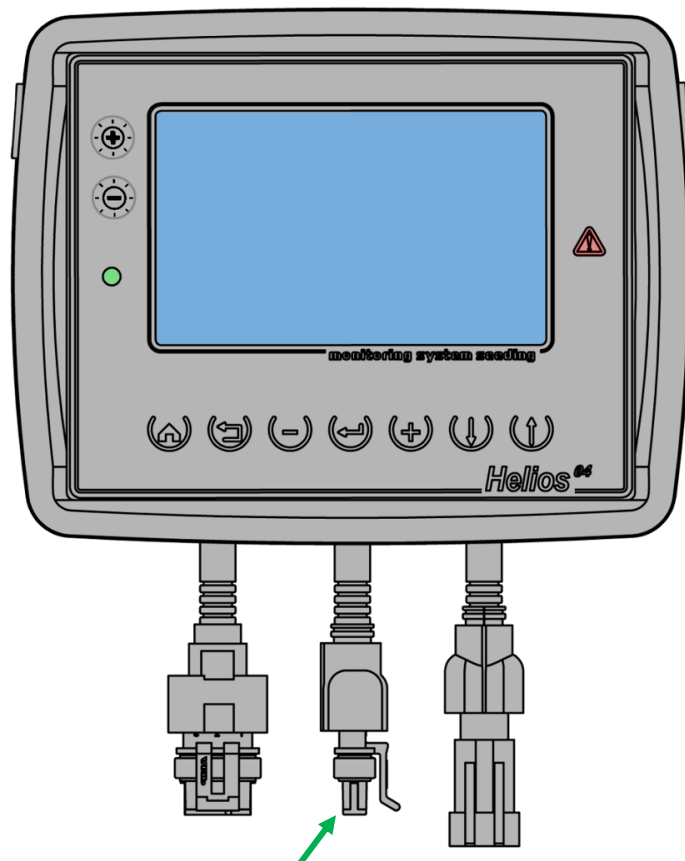

Рисунок 54 Кабельный ввод жгута связи RS-485
1. Отключите все датчики от кабельного ввода жгута связи на панели оператора (четырёхконтактный разъем, см. Рисунок 54).
2. Датчик, которому нужно установить новый программный адрес, подключите к кабельному вводу жгута связи на панели оператора (см. Рисунок 54).